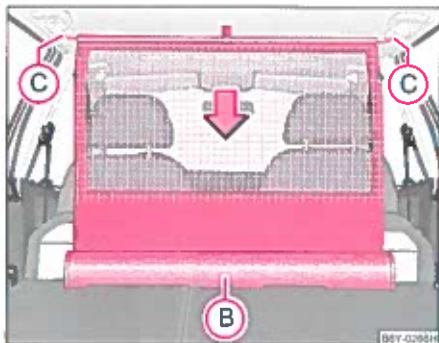

Fig. 64 Sammenrulning af netskillevæggen
- Træk tværstangen en smule bagud først i den ene side dernæst i den anden og tag den af holderne (C) ⇒ fig. 64.
- Hold tværstangen således at netskillevæggen kan ruller ind i huset (B) langsomt og uden at blive beskadiget.